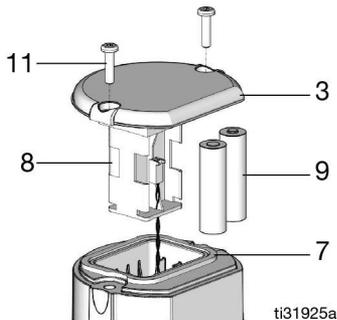

FIG. 10
1. Remova dois parafusos (11) e a tampa (3) (FIG. 10).
2. Puxe com cuidado o suporte das pilhas (8) do TLM, apenas o suficiente para instalar as novas pilhas (FIG. 10).